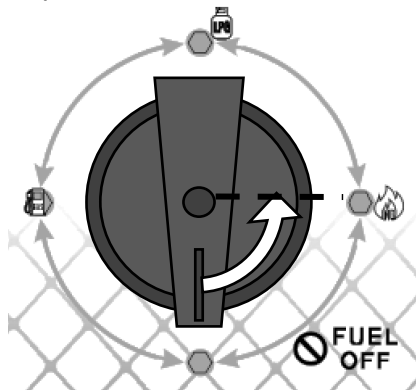

Рисунок 13. Схема роботи перемикача пуску при запуску двигуна моделі «IG 13.0gsat dual power» безпосередньо на природному газі.
1. Для пуску двигуна моделі «IG 13.0gsat dual power» повернути перемикач пуску (5, рис. 1) в положення «Природний газ (NG)», як показано на рис. 13.